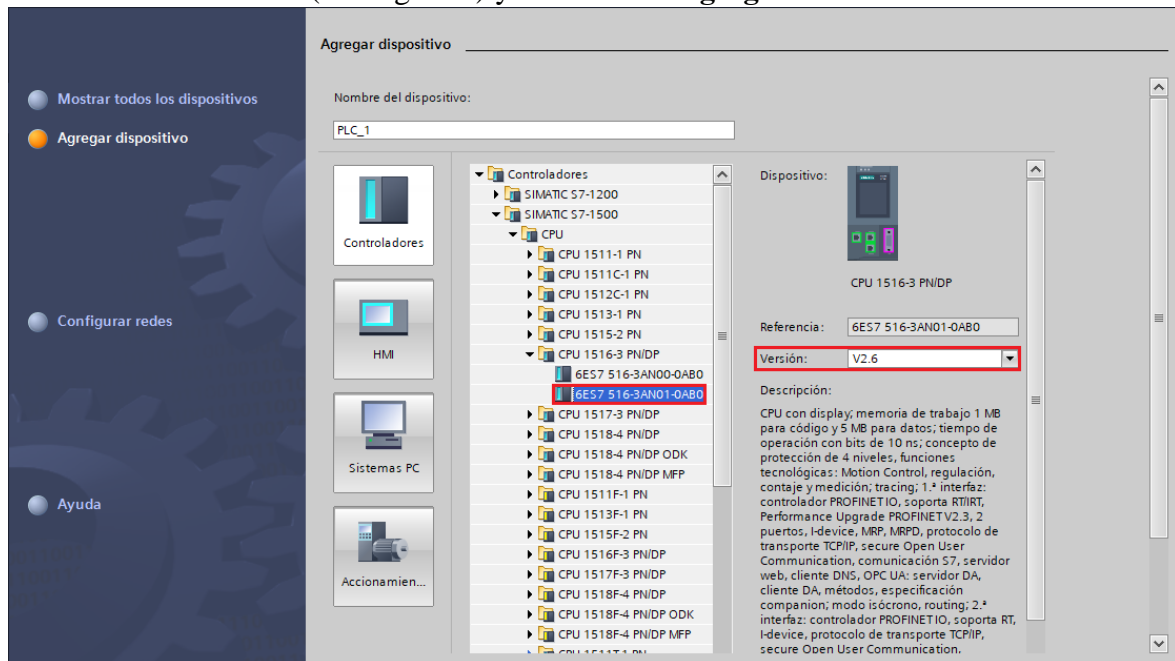

Figura 9. Agregar PLC.
(2) En la ventana de “Dispositivos y redes”, agregar el PLC S7-1500 para ello seguir los siguientes pasos:
- Dar clic en “Agregar dispositivos” y dar clic en “Controladores” / “SIMATIC S7-1500” / “CPU” / “CPU 1516-3 PN/DP” / “6ES7 516-3AN01-0AB0”, dentro de la opción “Versión” seleccionar “V2.6” (ver Figura 9) y dar clic en “Agregar”.